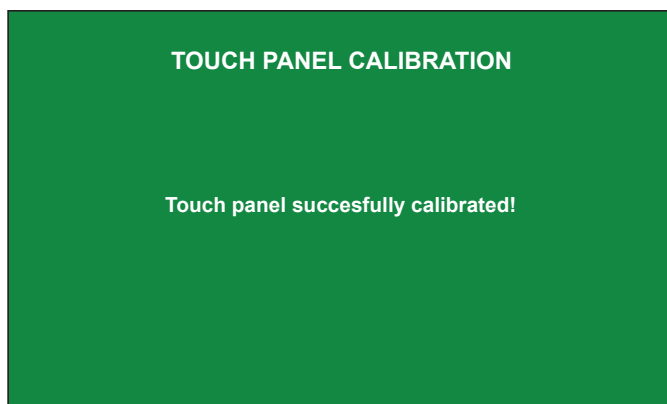

Figura 8-25
- 3.-se la calibrazione è avvenuta con successo comparirà la schermata di Figura 8-25 e qualche secondo dopo verrà caricata la pagina principale del display;